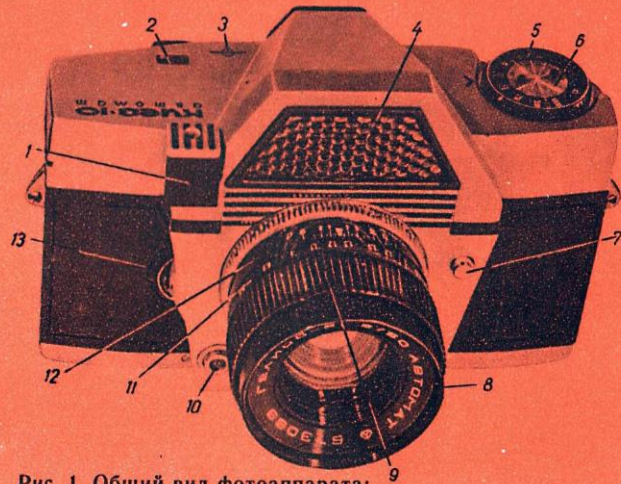
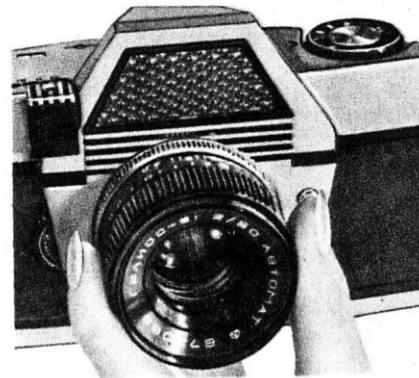

Рис. 1. Общий вид фотоаппарата:
Рис. 13. Наводка объектива на резкость
На рис. 1, 2, 3 показаны основные детали фотоаппарата.
9. Отключить механизм автоматической установки диафрагмы поворотом диска 13 (см. рис. 1) по часовой стрелке до установки любого значения диафрагмы против индекса, так как спусковая кнопка при слабой освещенности может быть заблокирована.
11. Установить значение чувствительности заряженной пленки. Для этого, придерживая кольцо установки выдержек, поворачивать диск 6 (см. рис. 1) до совмещения этого значения с индексом. Шкала чувствительности пленки (в единицах систем ГОСТ и ДИН) и значения ее неоцифрованных делений показаны на рис. 9. Положение шкал соответствует установке пленки чувствительностью 130 ед. ГОСТ (250 ед. ГОСТ со светофильтром) или 22—23 ед. ДИН. При всех значениях чувствительности пленки шкала фиксируется.
12. Включить автоматику, повернув диск 13 (см. рис. 1) против часовой стрелки до совмещения буквы «А» с индексом.
Выдержки устанавливаются (рис. 12) как при спущенном, так и при взведенном затворе поворотом кольца 5 (см. рис. 1) до совмещения выбранного значения выдержки с индексом на верхней крышке.
Наводка объектива на резкость (рис. 13), а также установка его по шкале расстояний производится вращением кольца 9 (см. рис. 1) объектива. В центре поля зрения окуляра видоискателя виден кружок (микро-растр) с матовым кольцом. Кольцо 9 объектива поворачивают до тех пор, пока изображение объекта, видимое в кружке и матовом кольце, не станет резким.
Если стрелка находится над одним из делений участка шкалы диафрагм между указателями, то можно производить съемку, плавно нажав спусковую кнопку 1 (см. рис. 1). При этом диафрагируется объектив, автоматически поднимается зеркало, срабатывает затвор, после чего зеркало опускается. При возвращении спусковой кнопки в исходное положение диафрагма объектива автоматически открывается.
При съемке слабо освещенных объектов или при необходимости корректировки экспозиции механизм автоматике должен быть отключен поворотом диска 13 (см. рис. 1) по часовой стрелке до совмещения первой точки с индексом. На диске 13 нанесена буква «А» (автомат) и шкала диафрагм. Неоцифрованным значениям шкалы соответствуют те же значения, что и на шкале диафрагм в поле зрения окуляра видоискателя, т. е. 1,4; 2,8; 5,6; 11 и 22.